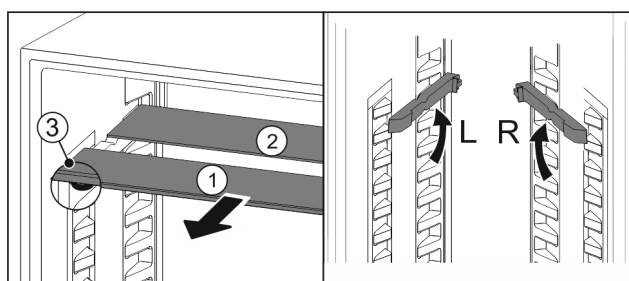

Fig. 98
- Glasplaten afzonderlijk vanaf de voorkant eruit trekken Fig. 98 (1).
- Glasplaat Fig. 98 (1) met sierlijst ligt voor.
- Stops Fig. 98 (3) zijn naar onder gericht.